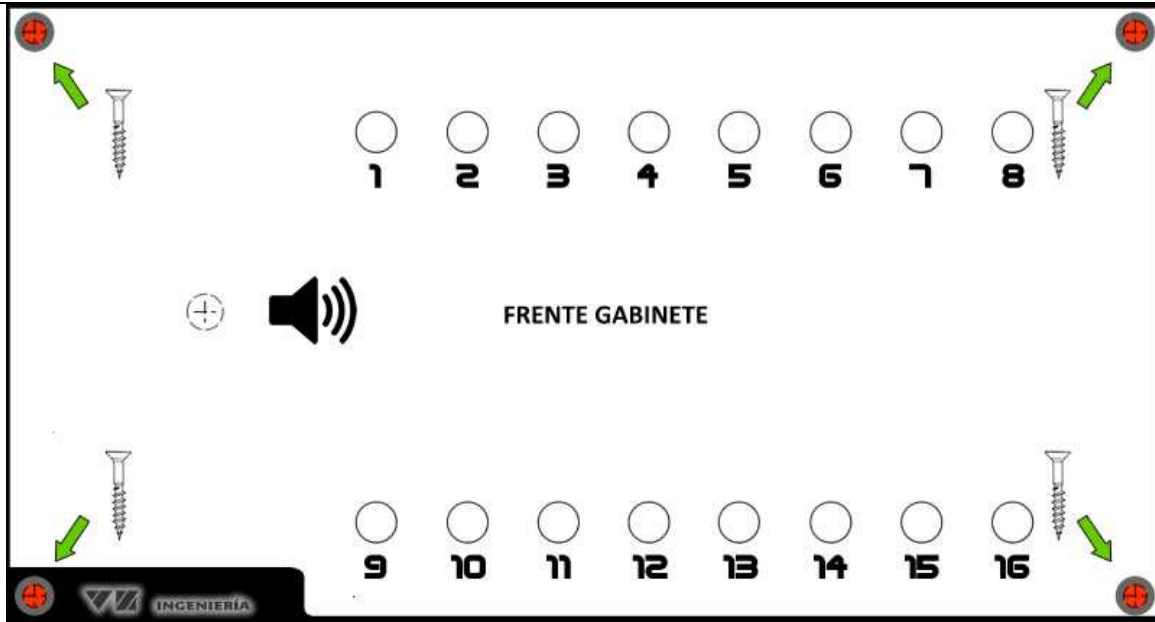

Fig. 1
7. Desarme el frente del gabinete retirando los cuatro tornillos de las esquinas (Fig. 1) para poder acceder a la placa de conexiones a llamadores.